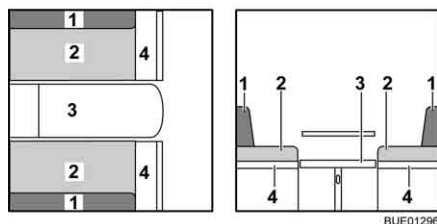

Fig. 124 Durante la transformación
- Ampliar el banco (Fig. 124,4).
- Quitar los cojines del respaldo (Fig. 124,1) y ponerlos a un lado.
- Tirar de los cojines del asiento (Fig. 124,2) hacia el centro.